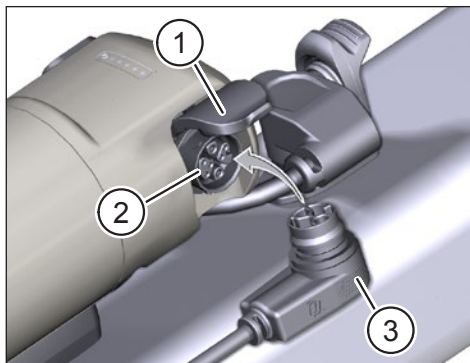

Fig. 9: Caricare il Range Extender
- ▶ Aprire il coperchio (Pos. 1 in Fig. 9) sulla porta di ricarica del Range Extender.
- ▶ Controllare che i contatti nella porta di ricarica (Pos. 2 in Fig. 9) siano privi di sporcizia e pulirli se necessario.
- ▶ Inserite la spina di ricarica (Pos. 3 in Fig. 9) del caricabatterie nella porta di ricarica del Range Extender.